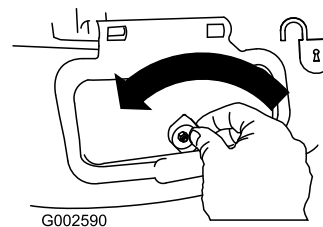

Figure 25
1. Déverrouillez le volet d'éjection latérale (Figure 25).